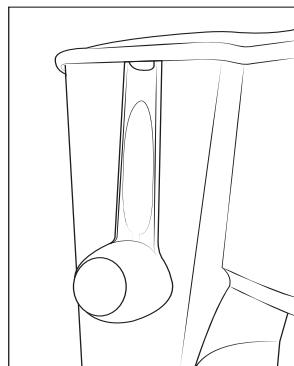

Fig. 4
- 1) Si vous n'utilisez pas l'appareil pendant une période prolongée, assurez-vous qu'il ne reste plus de café moulu dedans ainsi que dans le filtre permanent ⑬.
- 3) Poussez le cordon d'alimentation dans le compartiment de rangement du cordon ③.
- 4) Placez la cuillère doseuse ⑫ pour la ranger dans la verseuse ⑥. Vous pouvez également accrocher la cuillère doseuse ⑫ au bord du réservoir à eau ⑩ (voir fig. 4) :